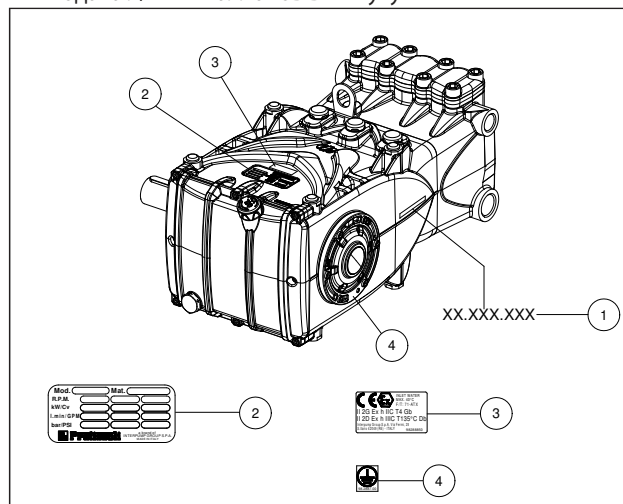

Рис. 1
Каждый насос имеет свой заводской № XX.XXX.XXX, см. поз. ①, и идентификационную табличку, см. поз. ② на Рис. 1, со следующими данными: